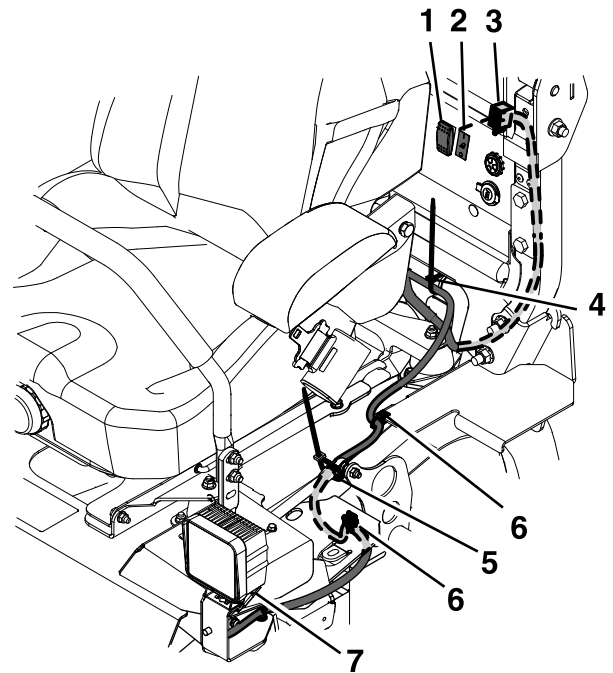

Figure 4
8. Faites passer le côté gauche du faisceau sous le cadre principal et branchez-le au feu gauche, comme montré à la Figure 4.